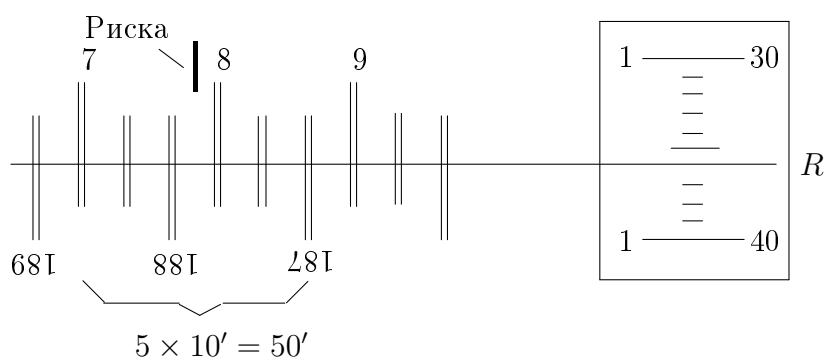

Рис. 3. Поле зрения отсчётного микроскопа ($7^\circ 51' 36''$)
Оптическая система отсчётного устройства собрана так, что через окуляр можно наблюдать изображения штрихов двух диаметрально противоположных участков лимба, причём одно изображение прямое, а другое обратное (рис. 3). Кроме того, оптическая система позволяет перемещать эти изображения друг относительно друга, оставляя в покое как лимб, так и алидаду со зрительной трубой. Это перемещение штрихов измеряется при помощи оптического микрометра. Шкала микрометра рассчитана таким образом, что при перемещении её на 600 делений верхнее изображение штрихов лимба смещается относительно нижнего на $10'$. Следовательно, цена деления шкалы микрометра $1''$.¹
Поле зрения отсчётного микроскопа приведено на рис. 3. В левом окне наблюдаются изображения диаметрально противоположных участков лимба и вертикальный штрих для отсчёта градусов, в правом — деления шкалы оптического микрометра и горизонтальная риска R для отсчёта минут и секунд.
16. Глядя в окуляр 15 и вращая оправу окуляра, настройтесь на резкое изображение лимба (круговой шкалы) и вертикальной шкалы, расположенной справа от лимба (рис. 3).
Вращением маховичка оптического микрометра 18 (без усилий!) совместите ближайший к отсчётной риску ЛЕВЫЙ двойной оцифрованный штрих с ближайшим двойным штрихом нижней шкалы (если совместить штрихи без усилия не удаётся, вращайте маховичок 18 в другую сторону и совмещайте соседний нижний штрих); снимите отсчёт угла в градусах (на рис. 3 — 7°).
рого отличается на 180° от выбранного верхнего (на рис. 3 от 7 до 187 между двойными штрихами 5 интервалов, каждый по $10'$, т. е. $50'$).
Число минут — это левая цифра вертикальной шкалы над отсчётной горизонтальной риской R (на рис. 3 — $1'$). Число секунд — это отсчёт по правой части вертикальной шкалы (на рис. 3 положение горизонтальной риски R даёт $36''$).
Положение, показанное на рис. 3, соответствует отсчёту $7^\circ 51' 36''$. Отсчётное устройство гониометра обеспечивает точность измерения угла не хуже $5''$.